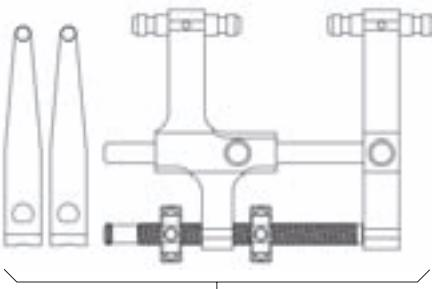

Fig. 14
- ▶ Montare il distrattore **8** con valve da distrazione, vedere Fig. 14.